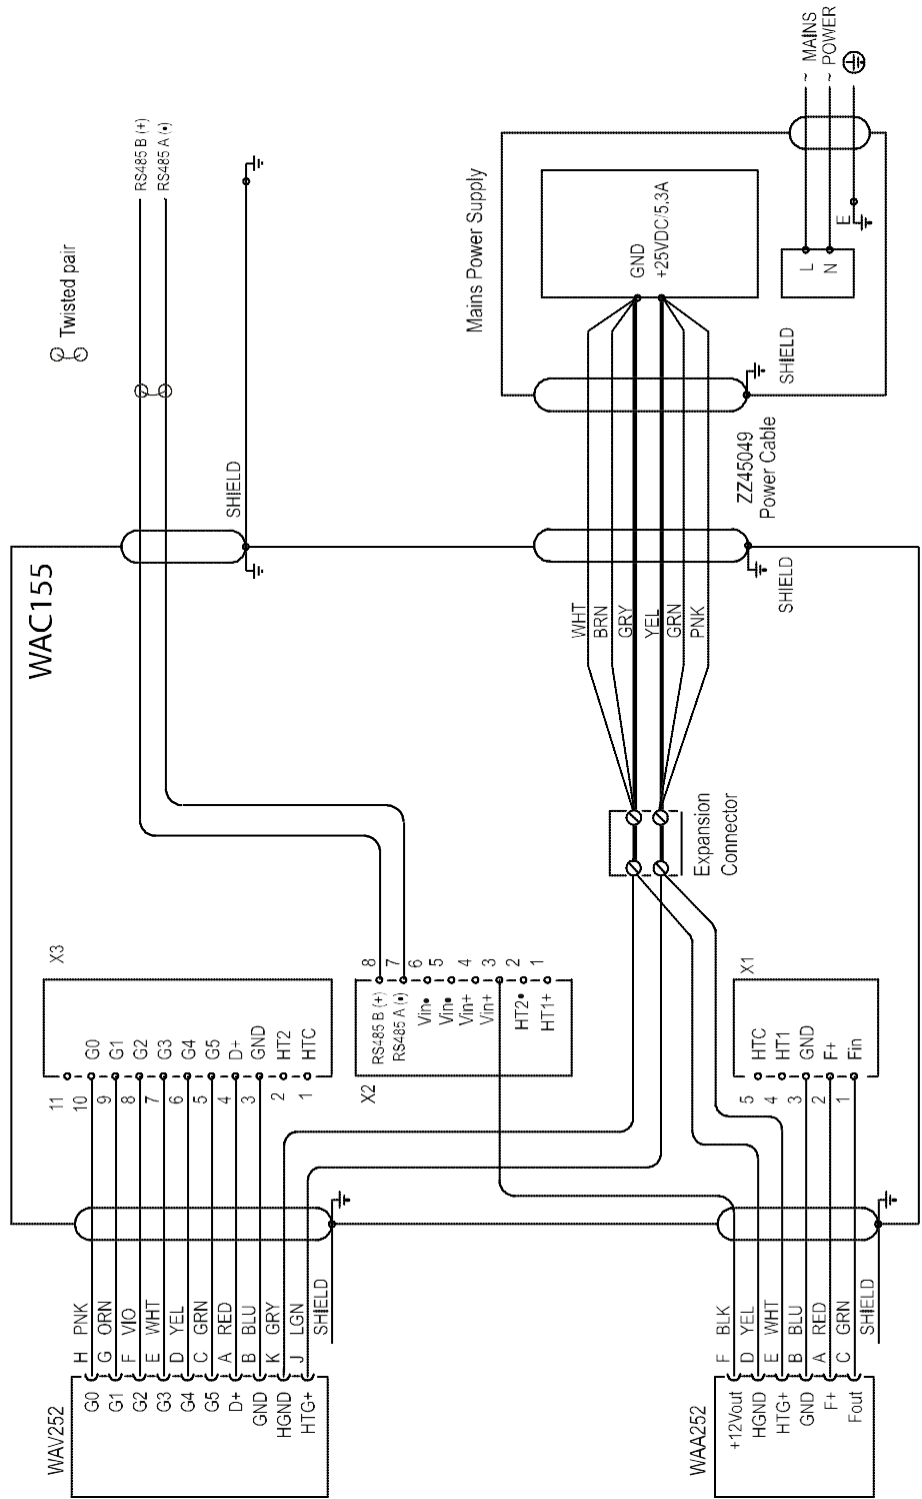

图 16 采用 WHP25 市电供电和 WA252 系列风传感器的布线
第 25 页图 16 说明了采用 WHP25 市电供电和 WA252 系列风传感器的布线。WAC155 变送器的工作电源是通过 WAA252 (+12 伏输出, F->X2/3) 来提供的。因此，不应向连接器 X2 施加外部工作电压。
**注意** WAA252 附件中包括第 25 页图 16 中高电流布线所要求的扩展连接器。